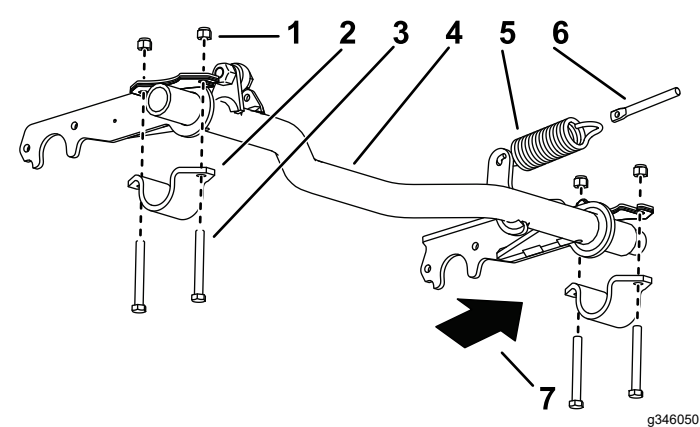

Figura 5
- 1. Collegate la molla di trazione alla leva della molla sul tubo orientabile e all'asta della molla (Figura 5).
- 5. Sollevate il lato sinistro del tubo orientabile, avvicinandolo al telaio, e montatelo con una staffa mediante 2 bulloni (3/8" x 3") e 2 dadi di bloccaggio (3/8") (Figura 5).